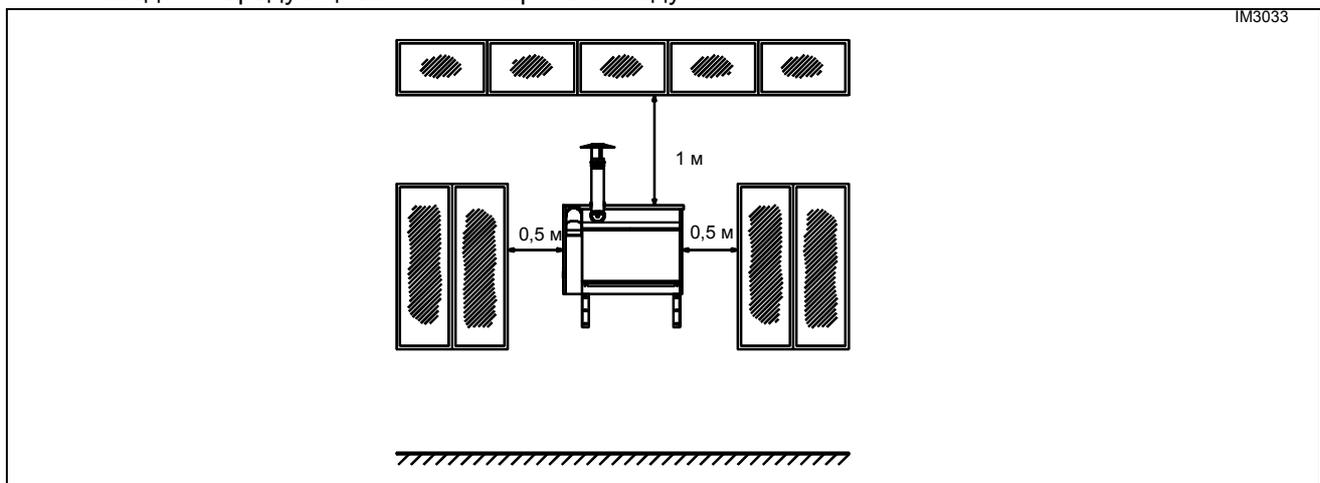

Рисунок 4 – РАССТОЯНИЯ ДО ОТВЕРСТИЙ
- B) Устанавливать воздухонагреватель на стене, имеющей огнестойкость минимум REI 30 и не имеющей отверстий минимум на участке 0,5 м по бокам и 1 м вверх (смотри Рисунок 4). Если стена не отвечает данным условиям, воздухонагреватель должен быть установлен на расстоянии минимум 60 см от самой стены или следует вставить между стеной и устройством прокладку с огнестойкостью минимум REI 120 размерами минимум 0,5 м по бокам и 1 м выше устройства.